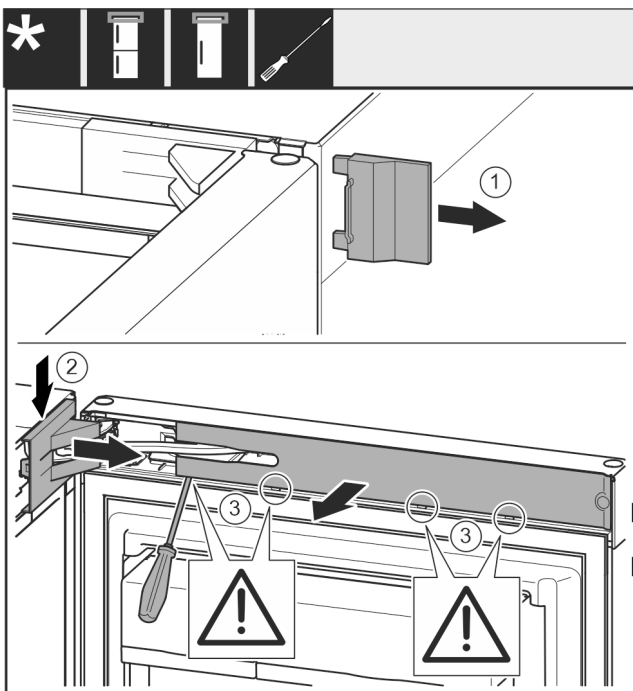

Fig. 8
▶ Äußere Abdeckung abnehmen. Fig. 8 (1)
▶ Lagerbockabdeckung ausrasten und lösen. Lagerbockabdeckung abnehmen. Fig. 8 (2)
▶ Blende mit Schlitzschraubendreher ausrasten und zur Seite schwenken. Fig. 8 (3)